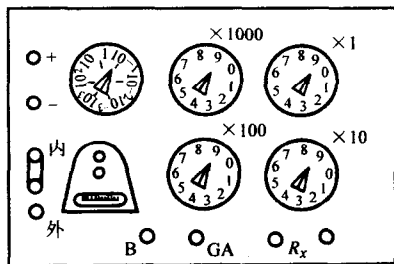

图 1-9
(1) 直流单臂电桥的使用 以 QJ23 型电桥为例，它主要用于测量 $1 \sim 10^6 \Omega$ 的中值电阻，其面板结构如图 1-9 所示。直流单臂电桥测量电阻的操作步骤如下所述。